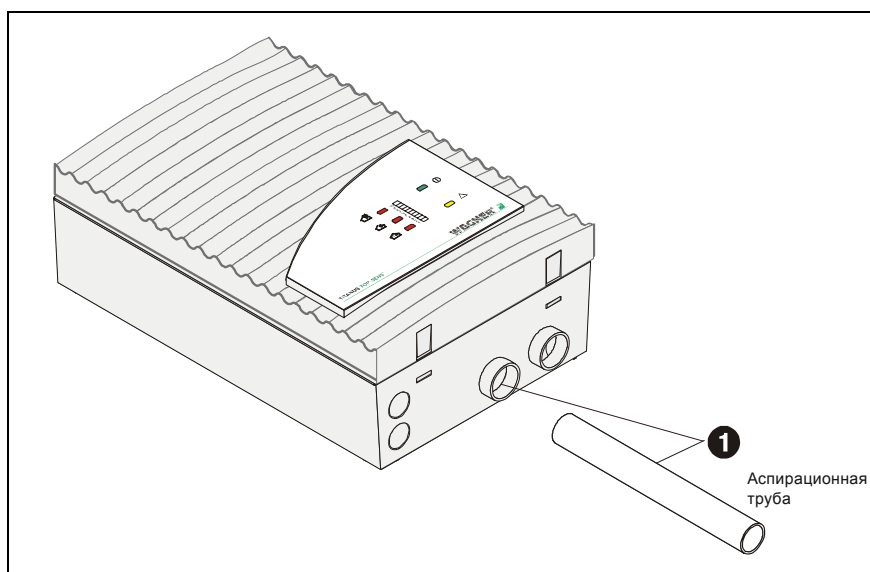

Рис. 5.9: Установка трубы забора воздуха в дымовой аспирационный извещатель TITANUS TOP · SENS®
- 1 Для того, чтобы установить трубу забора воздуха в TITANUS TOP-SENS®, вставьте ее в предусмотренный для этого патрубок (см. Рис. 5.9).